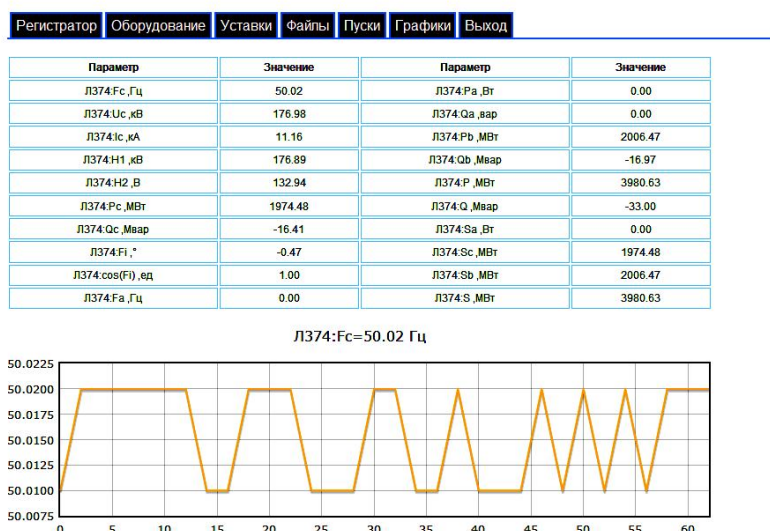

Рисунок 31. Вывод значений сигналов группы “Самописец”.
7.3.3.5 Для просмотра списка сигналов необходимо выбрать группу сигналов, рисунок 31.
7.3.3.6 Для выбора сигнала, который требуется просмотреть, рисунок 31 необходимо переместить указатель компьютерной мыши на название параметра и нажать левую клавишу.